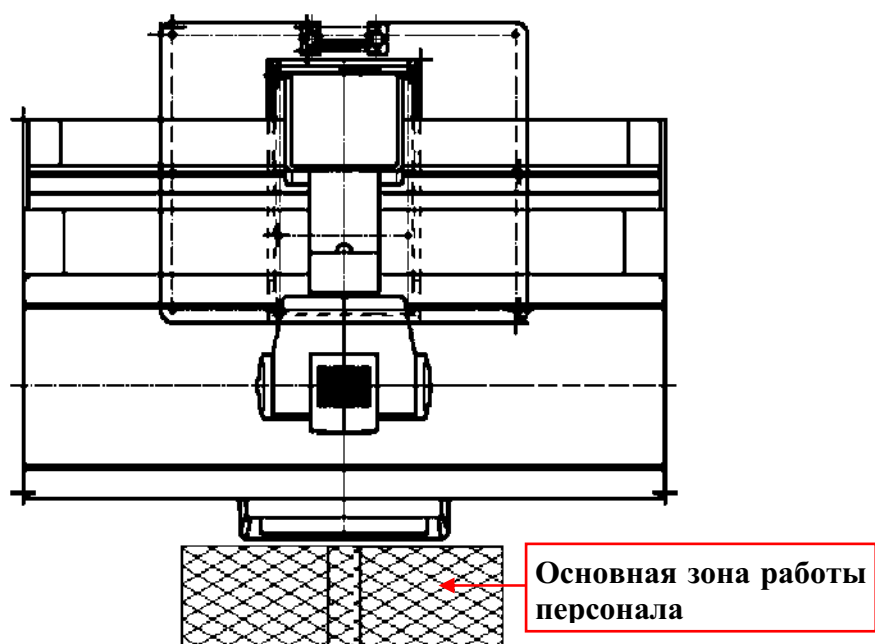

Рис. 1: Основная зона работы персонала
- Если во время рентгеновского исследования рядом с пациентом должен находиться врач или другой сотрудник, им следует располагаться только в основной зоне работы персонала (см. рис. 1, 2 и 3). На рис. 1, 2 и 3 показаны уровни рентгеновского излучения, измеренные в основной зоне работы персонала при эксплуатации системы в режиме рентгеноскопии. Эти значения, измеренные для определенных столов и приведенные здесь в качестве примера, помогут выбрать индивидуальные меры защиты от излучения.